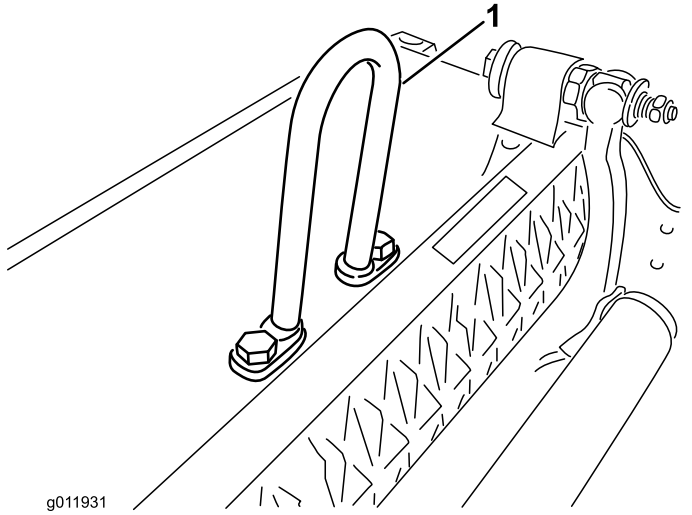

图 5
- 图 5 中所示的 **环形链节** 零件号 105-5740 用于 Greensmaster 3000、3000-D、3050、3100、